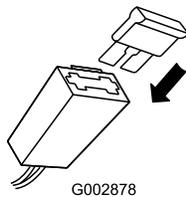

Bild 24
2. Setzen Sie die Sicherung in den Sicherungshalter ein (Bild 24).